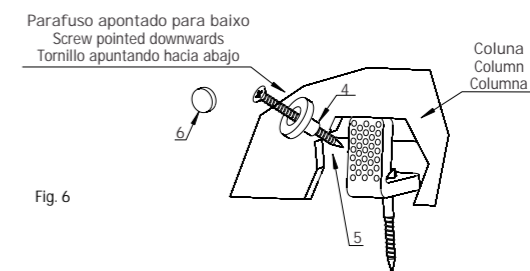

Fig. 6
- 7** Aplicar silicone nos quatro pontos indicados. Fig. 6. Utilizar silicone indicado para cerâmica com antimoho ou antifungo.